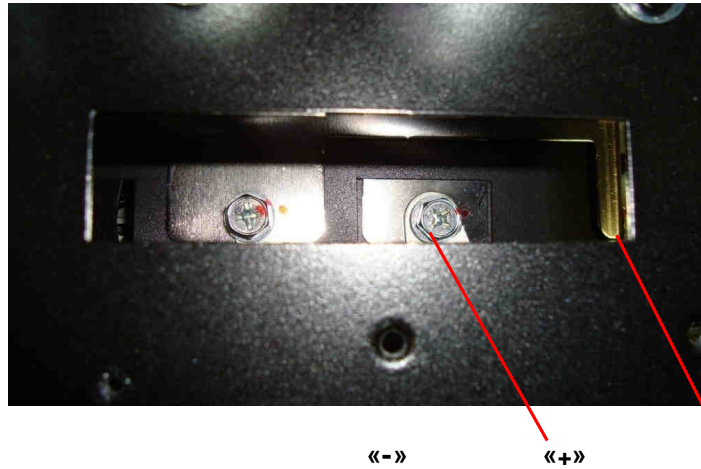

Рис. 7.23.
- присоединить силовую перемычку цепи «+» предохранителя и силовой провод «-» к соответствующим контактным площадкам шин (+) и (-) внутри блока конденсаторов и прикрутить их винтами 2 шт. (рис. 7.23), винты затянуть;